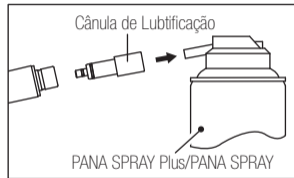

Fig. 8
- 3) Lubrifique a turbina com NSK PANA SPRAY Plus/PANA SPRAY (Fig. 8, 9) ou sistema NSK de lubrificação e limpeza automática da peça de mão.